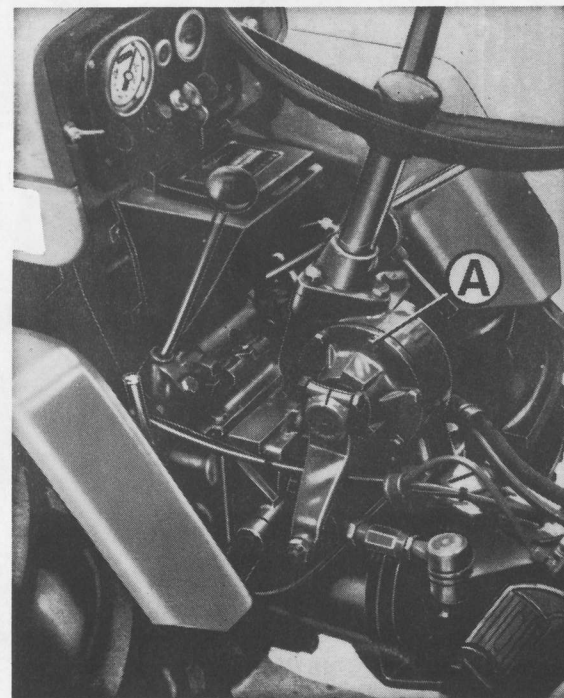

Fig. 12 - Réglage du jeu de la direction
- dévisser les 6 vis A (Fig. 12)